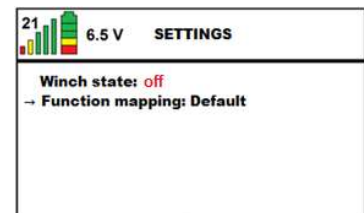

Abbildung 16
- Öffnen Sie anschließend **Settings**, indem Sie die Taste (✓) drücken, und gehen Sie mit der Taste (▼) zu **Function mapping** (siehe *Abbildung 16*).
- Stellen Sie die Funktion dann über die Taste (►) auf **Custom** ein (siehe *Abbildung 16*).